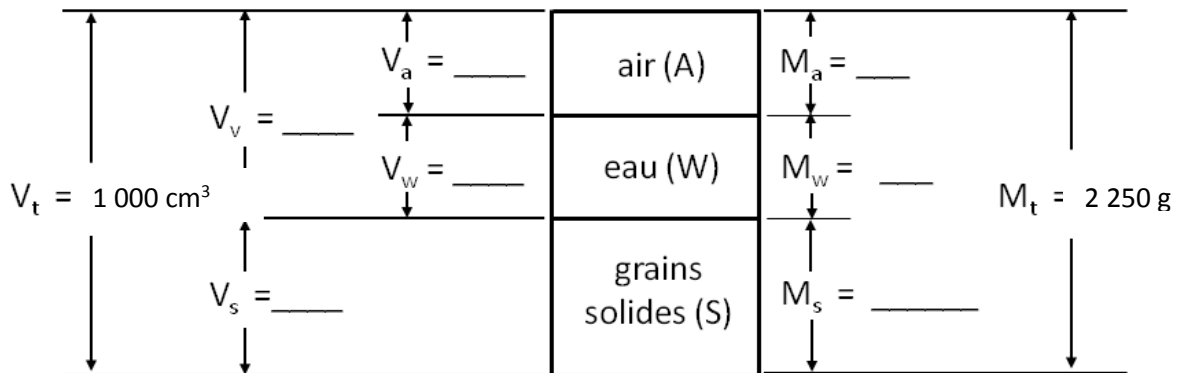

Figure 1.1 : Diagramme des phases d'un échantillon de sable
- 1.1 Un échantillon de sable possède un volume de  $1\,000\text{ cm}^3$ , une masse totale de  $2\,250\text{ g}$  et une teneur en eau de 5%. Sachant que la densité relative des grains solides est de 2,70, complétez le diagramme des phases fourni en Annexe 1 (cf. Figure 1.1). **(1 pt)**